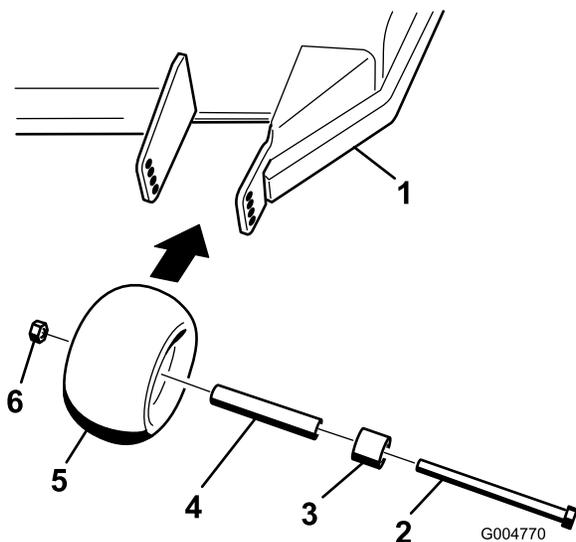
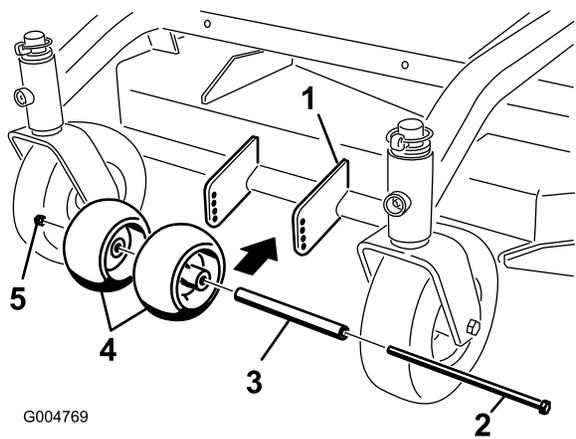

Figura 17
Figura 18
1. Después de ajustar la altura de corte, compruebe que hay una separación mínima de 10 mm entre los rodillos protectores del césped y el suelo (Figura 16, Figura 17, Figura 18).
2. Si es necesario realizar ajustes, retire el perno, las arandelas y la tuerca (Figura 16, Figura 17, Figura 18).
3. Seleccione un taladro para que los rodillos tengan una separación mínima del suelo de 10 mm (3/8 pulgada) (Figura 16, Figura 17, Figura 18).
4. Instale el perno y la tuerca (Figura 16, Figura 17, Figura 18).